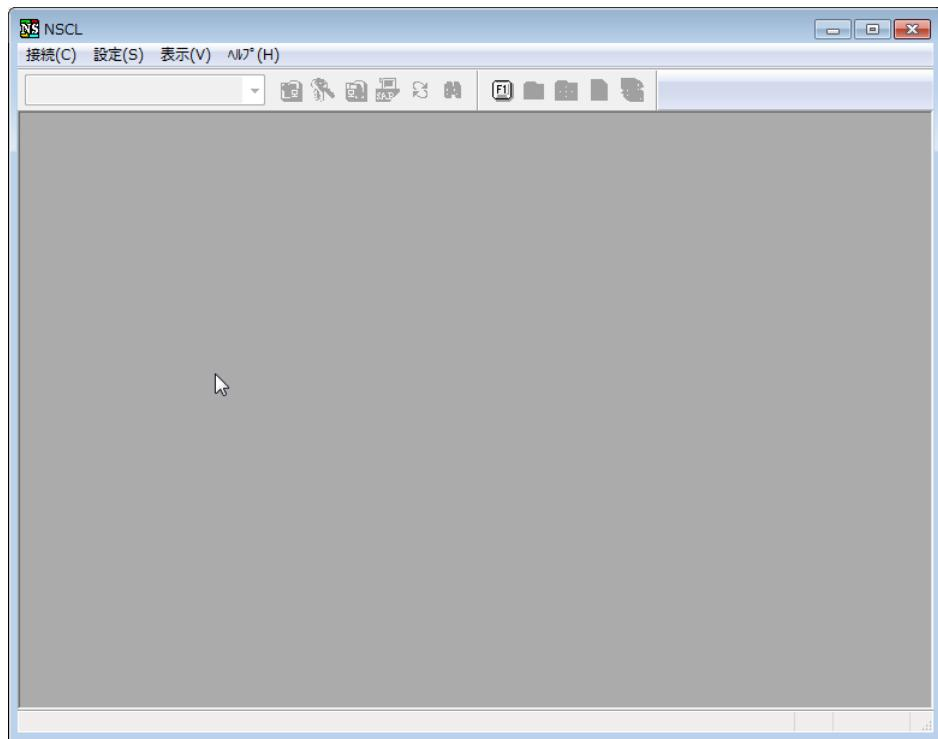

図2.12 接続切断終了後の画面
2. 接続の切断が完了すると、図2.12「接続切断終了後の画面」 のような画面になります。必要に応じて、サーバへの再接続またはGUI画面の終了（ウィンドウを閉じる）を行います。